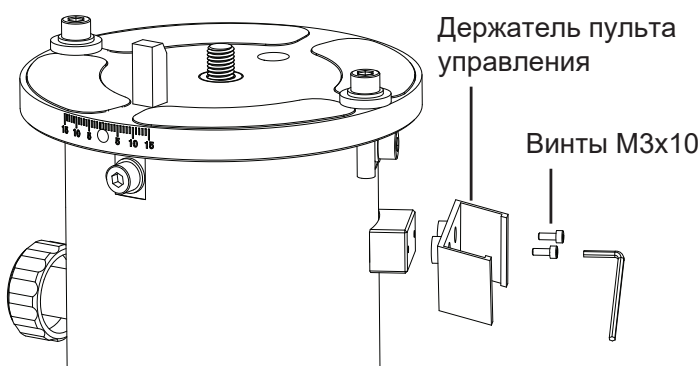

Рис. 1.1a
2. Закрепите держатель пульта управления на треноге (рис. 1.1a).